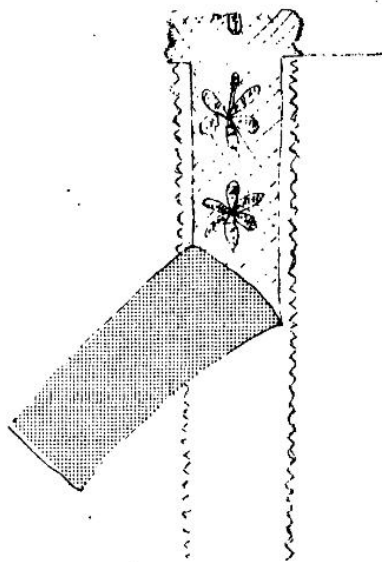

Рис. 325
4. Вырежьте ткань с изнанки под кружевом близко к зигзагообразной строчке (рис. 325). Пользуйтесь на срезах жидкостью, замедляющей осыпание ткани.